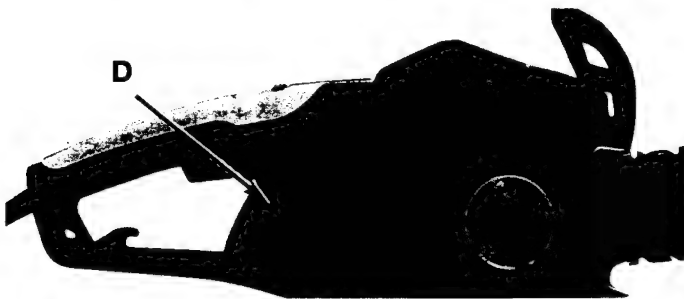

Fig. 25
Le niveau d'huile du réservoir peut être contrôlé grâce au voyant (D) se trouvant sur le côté droit de la tronçonneuse. Le réservoir est plein quand l'huile se trouve jusqu'en haut du voyant (Fig. 25).